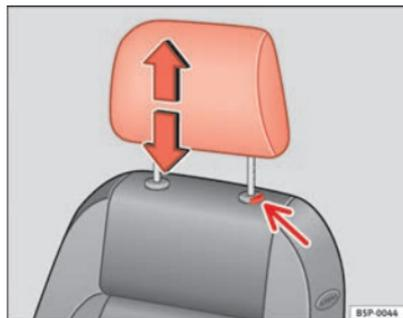

Fig. 92 Réglage ou dépose de l'appuie-tête
- Appuyez sur le bouton ⇒ fig. 92 (flèche).